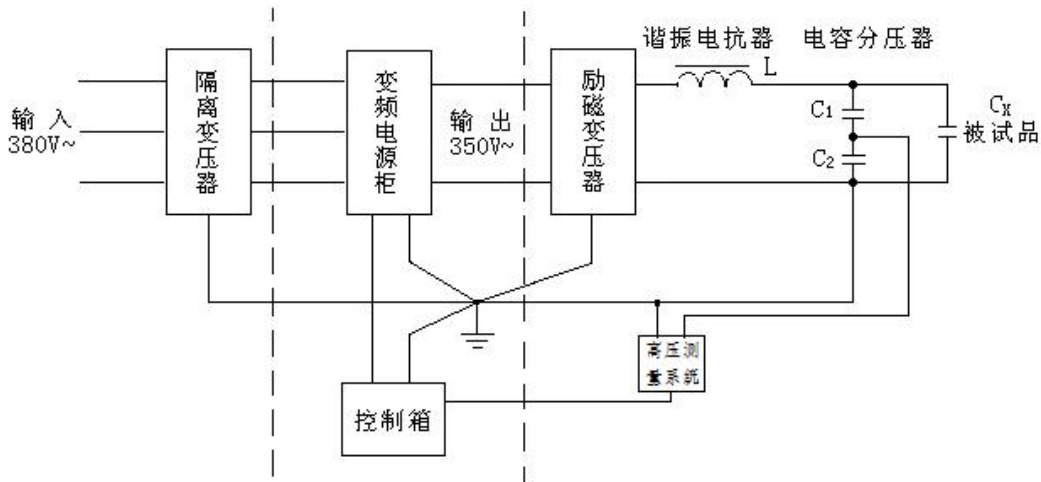

图 20 串联谐振接线示意图
7.2.5 严格按安规要求进行系统安全接地，各部件之间应一点接地严禁接地线相互串联（参见图 20）。